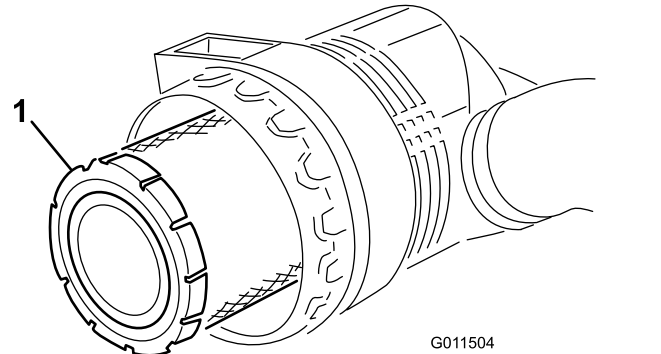

Figura 71
3. Retire e substitua o filtro primário (Figura 71). Não se recomenda a limpeza do elemento usado devido a possibilidade de danos no meio do filtro. Inspecione o filtro novo para ver se sofreu danos durante o transporte, verificando a extremidade vedante do filtro e o corpo. **Não utilize um elemento danificado.** Insira um filtro novo aplicando pressão no anel exterior do elemento para o assentar no recipiente. **Não pressione no centro flexível do filtro.**